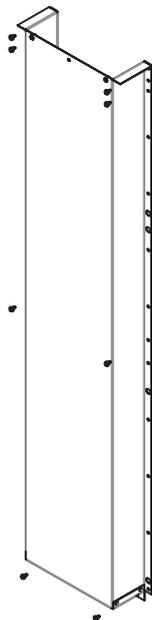

Figura 74. Viti del condotto verticale e piastra inferiore
- b) Inserire le viti nel condotto verticale (6 viti Torx M6x20) e nella piastra inferiore (5 viti Torx M6x12) e serrarle come mostra la figura 74.